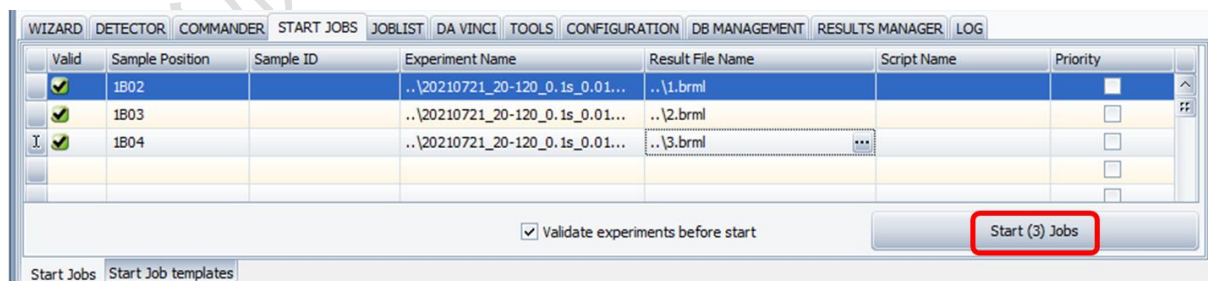

图 6-27
6.8.2.8 若有多个样品, 按回车键连续创建多个测试方法, 如图 6-27; 设置完成后点击右下方的“Start Jobs”;